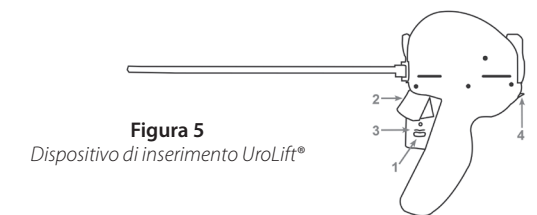

Figura 5
3.1 Sbloccare il blocco di sicurezza dell'ago (**Passaggio 1, Figura 5**).
3.2 Premere leggermente il grilletto dell'ago per introdurre l'ago (**Passaggio 2, Figura 5**).
3.3 Dopo avere inserito fino in fondo l'ago, premere il dispositivo di arretramento (**Passaggio 3, Figura 5**) per far arretrare l'ago completamente e inserire la linguetta capsulare. Premere di nuovo il dispositivo per assicurare il completo arretramento. Con questa operazione la linguetta capsulare viene inserita dalla punta dell'ago esteso e quindi retratta verso la capsula prostatica finché non si insedia sulla superficie capsulare. A questo punto l'ago è in posizione retratta (non esposto) e contenuto all'interno del dispositivo di inserimento. Qualora non si raggiungesse la retrazione completa, seguire il passaggio 5.1 per rilasciare il dispositivo di arretramento manuale.
ATTENZIONE: Evitare il contatto con il pulsante di rilascio uretrale quando si preme il dispositivo di arretramento. Il contatto con il pulsante di rilascio uretrale (**Passaggio 4, Figura 5**) mentre si preme il dispositivo di arretramento potrebbe causare l'inserimento accidentale del terminale uretrale e il taglio involontario della sutura.